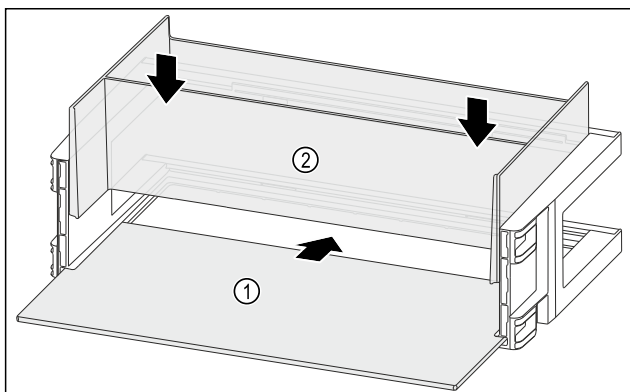

Fig. 94
- ▶ Abstellfläche Fig. 94 (1) in die seitlichen Einsparungen einschieben.
- ▶ Organizer Fig. 94 (2) einsetzen.